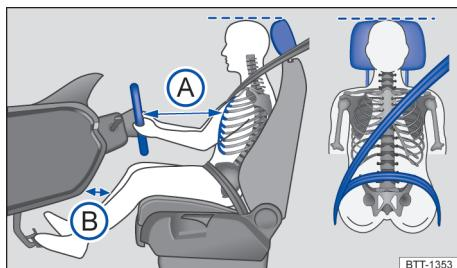

Fig. 25 Distância correta do condutor em relação ao volante, posição correta do cinto de segurança e ajuste correto do apoio para cabeça.
- Ajustar o banco de modo que a distância entre o volante e o tórax tenha no mínimo 25 cm → Fig. 25 A e que o condutor possa segurar o volante pela borda externa com as duas mãos e os braços ligeiramente dobrados.
- Ajustar o banco do condutor na direção longitudinal de modo que os pedais possam ser acionados com as pernas ligeiramente arqueadas e a distância para o painel de instrumentos na área do joelho seja de, no mínimo, 10 cm → Fig. 25 B.
- Para os bancos com apoio para cabeça: ajustar o apoio para cabeça de modo que a sua borda superior se encontre preferencialmente na mesma linha da parte superior da cabeça → Fig. 25 – porém não abaixo da altura dos olhos. Posicionar a parte posterior da cabeça o mais perto possível do apoio para cabeça.